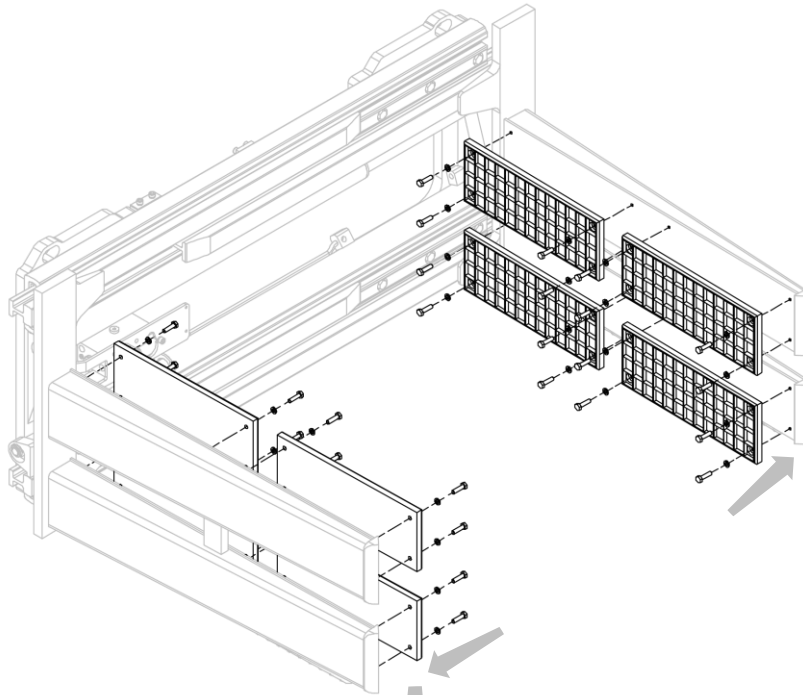
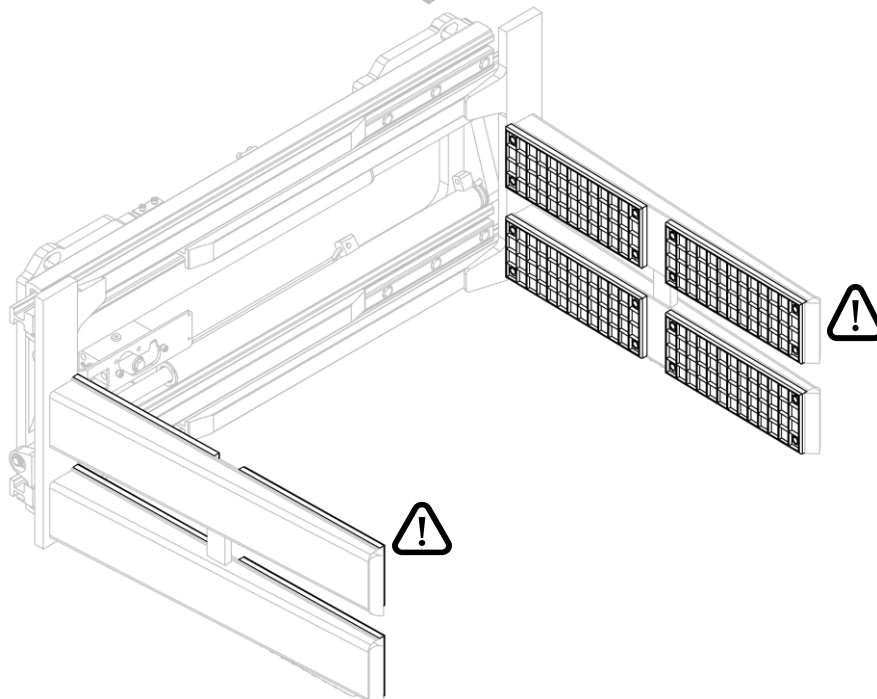

Abbildung 15
Abbildung 16
3. Schrauben Sie die Gummiplatten an die Gabelzinken (siehe *Abbildung 15* und *Abbildung 16*).